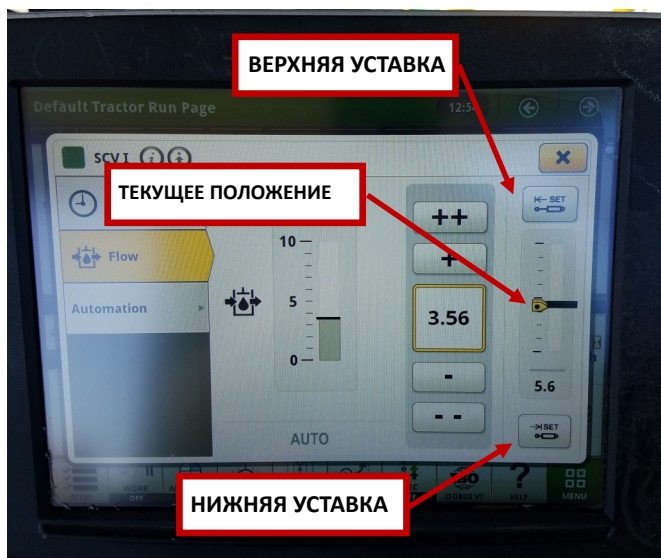

Рисунок 7-46:
6. После центрирования оси нажмите на мониторе верхнюю и нижнюю уставки, чтобы задать центральное положение рулевого управления. См. рисунок 7-46.